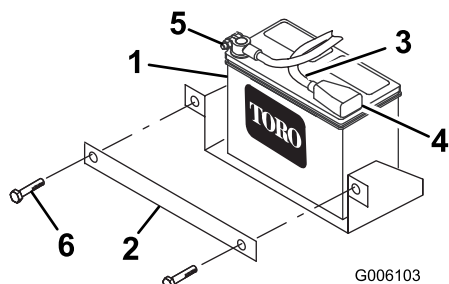

Figura 5
9. Coloque la batería en la máquina y sujétela con la abrazadera y los herrajes que retiró anteriormente (Figura 5).
10. Usando el perno y la tuerca suministrados con la batería, conecte el cable positivo (rojo) al borne positivo (+) de la batería (Figura 5). Deslice la cubierta de goma sobre el borne de la batería.
11. Usando el perno y la tuerca suministrados con la batería, conecte el cable negativo (negro) al borne negativo (-) de la batería (Figura 5).